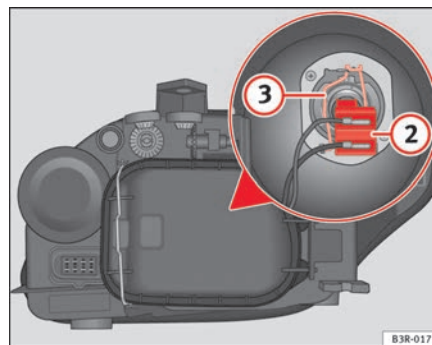

Fig. 194 Luz de cruce
- Extraiga el conector ⇒ fig. 194 ② de la lámpara tirando de él.
- Desenganche el resorte retentor ⇒ fig. 194 ③ presionándolo hacia dentro y a la derecha.